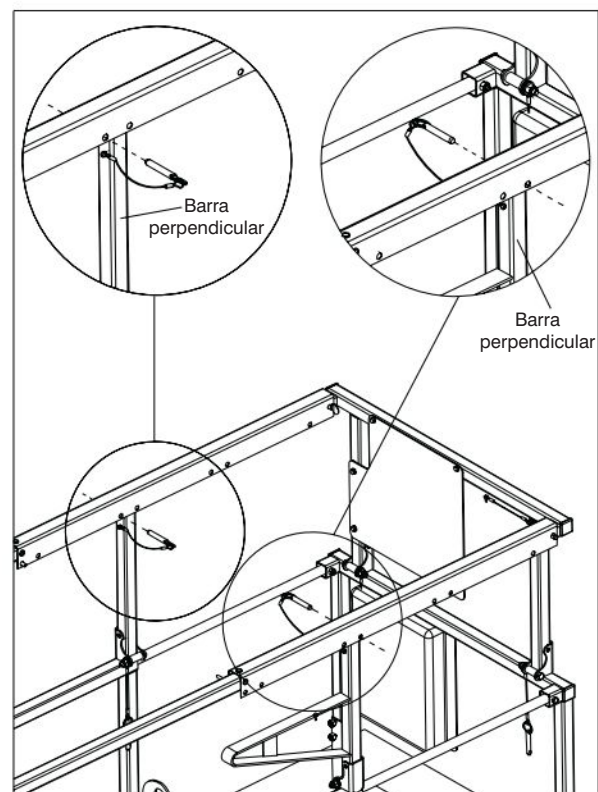

Figura 2-16. Extensão manual da plataforma em posição variável
2. Após a extensão ou retração, reinsira os pinos de trava. Insira um pino em um lado da plataforma aérea em frente à barra perpendicular e o pino no outro lado da plataforma aérea atrás da barra perpendicular para evitar movimentação acidental, em qualquer direção, da plataforma de extensão manual durante o deslocamento ou transporte. Consulte a Figura 2-16 para um exemplo de configuração